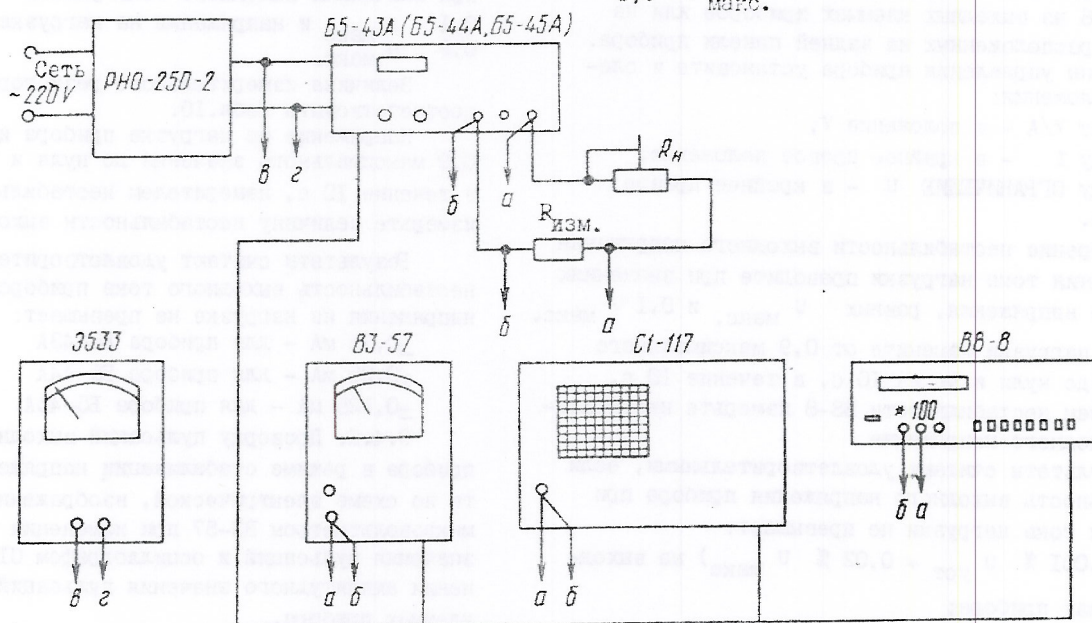

Рис. 8. Схема электрическая подключения приборов для измерения пульсаций и нестабильностей
9.4.5а. Проверку нестабильности выходного напряжения приборов от изменения входного напряжения на $\pm 10\%$ от номинального значения в режиме стабилизации напряжения производите по схеме электрической, изображенной на рис.8, измерителем нестабильности В8-8 на выходных клеммах прибора.
9.4.5б. Проверку нестабильности выходного тока приборов от изменения входного напряжения на $\pm 10\%$ от номинального значения в режиме стабилизации тока производите по схеме электрической, изображенной на рис.8 измерителем нестабильности В8-8 на измерительном резисторе $R_{\text{изм}}$.
9.4.5в. Проверку нестабильности выходного напряжения приборов от изменения тока нагрузки от 0,9 максимального значения до нуля в режиме стабилизации напряжения производите по схеме электрической, изображенной на рис.8, измерителем нестабильности В8-8 на выходных клеммах приборов или на клеммах, расположенных на задней панели прибора.
9.4.5г. Проверку нестабильности выходного тока прибора от изменения напряжения на нагрузке от 0,9 максимального значения до нуля в режиме стабилизации тока производите по схеме электрической, изображенной на рис.8, измерителем нестабильности В8-8 на измерительном резисторе $R_{изм.}$
9.4.6. Проверку пульсаций выходного напряжения прибора в режиме стабилизации напряжения производите по схеме электрической, изображенной на рис.8 микровольтметром В3-57 при изменении эффективного значения пульсаций и осциллографом С1-117 при изменении амплитудного значения пульсаций на выходных клеммах прибора.
9.4.7. Проверку пульсаций выходного тока прибора в режиме стабилизации тока производите по схеме электрической, изображенной на рис.8, микро-вольтметром ВЗ-57 на измерительном резисторе.